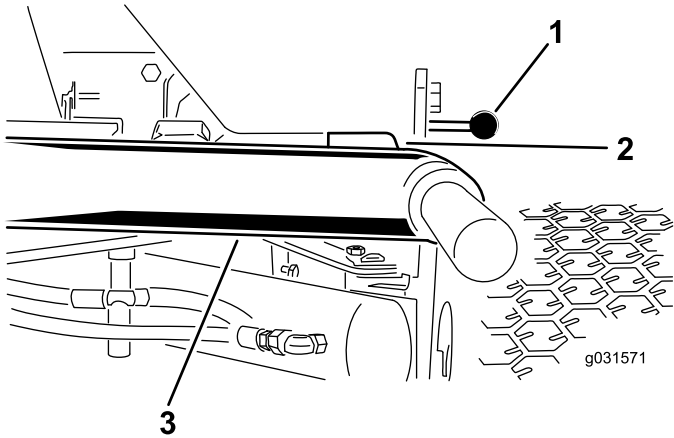

Figure 12
1. Démarrez le moteur, levez les unités de coupe et vérifiez qu'un espace de 5 à 8 mm sépare chaque bras de levage et le support de la plaque de plancher, comme montré à la Figure 12.